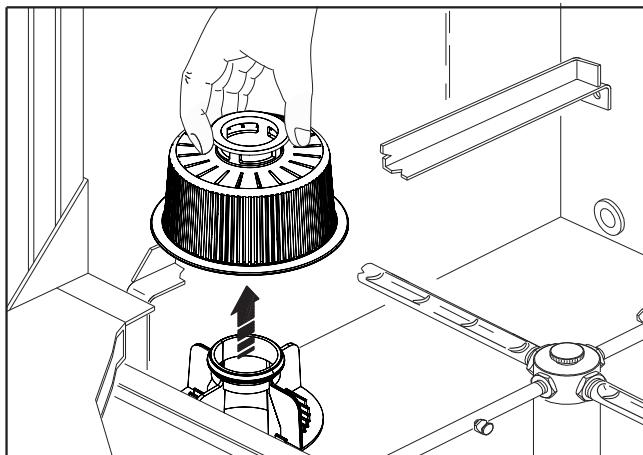

Рис. 17
5. Снимите и очистите фильтр моющего насоса (рис.17) и, при наличии, фильтры ванны.
9. Снимите и очистите фильтр моющего насоса (рис.17) и, при наличии, фильтры ванны.